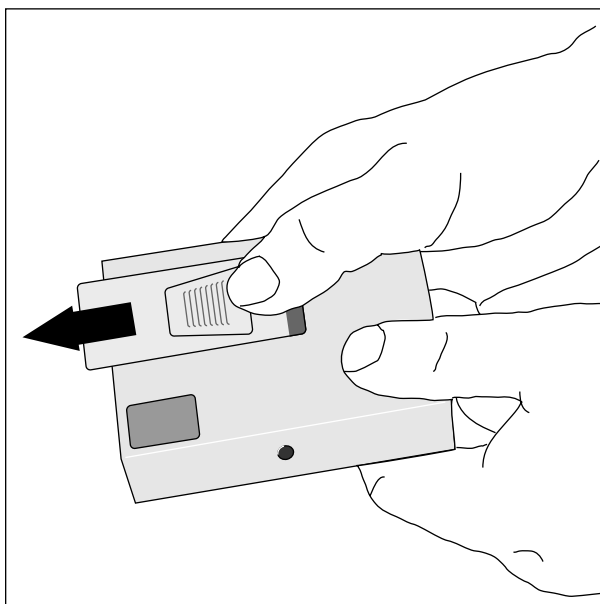

Bild 3-1. Öffnen des Batteriefachs
- Halten Sie das TONOPORT V wie in Bild 3-1 gezeigt, und schieben Sie den Batteriefachdeckel auf (ca. 1 cm).